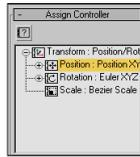

Abbildung 2.10: Zuweisen der Pfadanimation.
- Unter **Motion**, **Parameters** und **Assign Controller** für „Position“ einen „Path Constraint“ Controller zuweisen (siehe Screenshot in Abbildung 2.10).